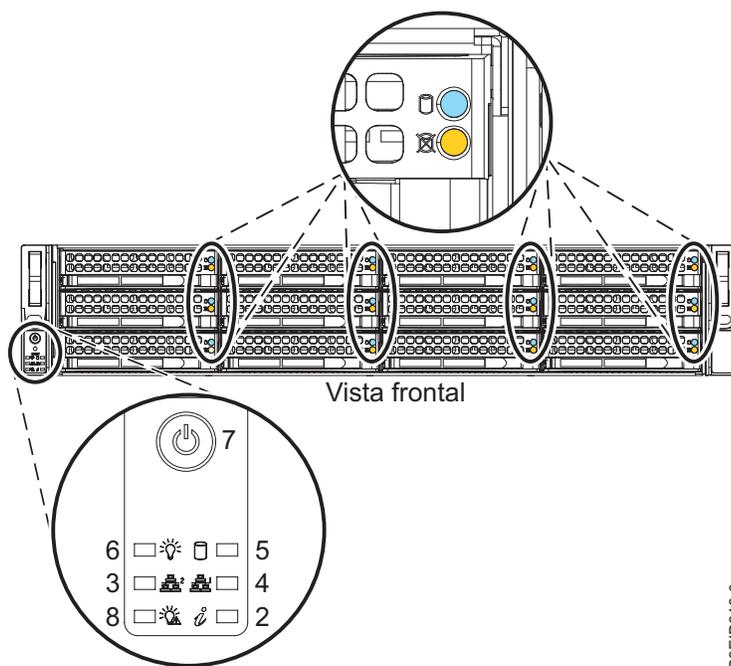

Figura 53. Comutador de energia para o 5104-22C, 9006-22C ou 9006-22P
2. Pressione o botão de energia (7) mostrado na Figura 53 na página 94. Você pode ter que pressionar o comutador por 0,5 a 3 segundos.